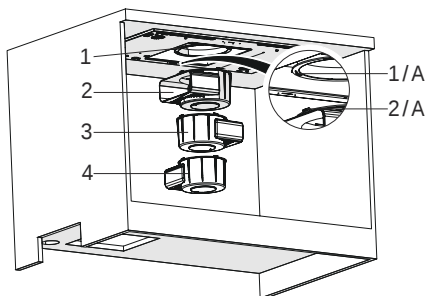

Fig. 16
3. ➡ ■ Placera nu behållaren med monteringsbenen uppåt (Fig. 16-2/A), mot monteringshålet där monteringsbenen kan gå in (Fig. 16-1A) och skjut nu upp behållaren i hålet för att klicka/vrida fast det ordentligt (Fig. 16).